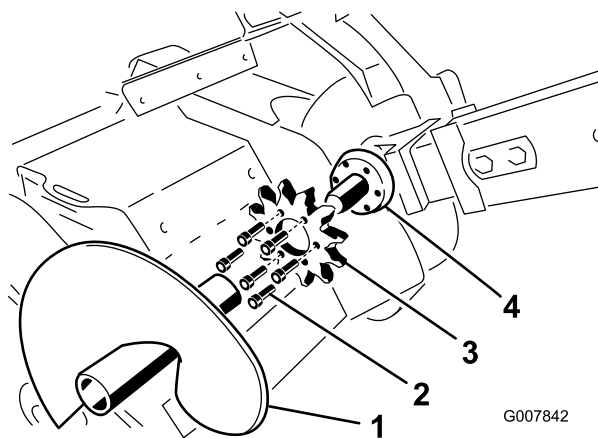

Figura 62
3. Retire el sinfín (Figura 62).
11. Deslice el nuevo piñón sobre el eje (Figura 62).
12. Enrosque los seis pernos que sujetan el piñón de arrastre con la presión de los dedos solamente (Figura 62).
8. Retire los seis pernos que sujetan el piñón de arrastre (Figura 62).
9. Retire y deseche el piñón de arrastre (Figura 62).
10. Limpie la superficie de montaje del piñón en la zanjadora (Figura 62).